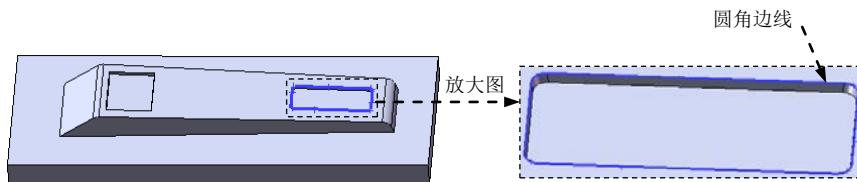

图 12.2.20 圆角边线
(2) 定义圆角类型。采用系统默认的圆角类型。
(3) 定义圆角对象。选取图 12.2.20 所示的边线为要圆角的对象。
(4) 定义圆角的半径。在 **圆角项目(R)** 区域的  文本框中输入圆角半径值 0.8, 选取 **切线延伸(T)** 复选框。
(5) 单击  按钮, 完成圆角 3 的创建。